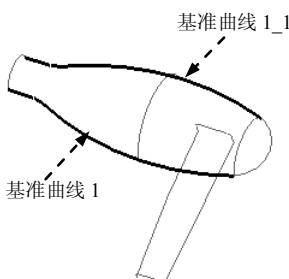

图 6.7.31 选择第一方向曲线
(2) 定义边界曲线。
① 选择第一方向曲线。按住 Ctrl 键, 依次选择基准曲线 1、基准曲线 1_1 (图 6.7.31) 为第一方向边界曲线。